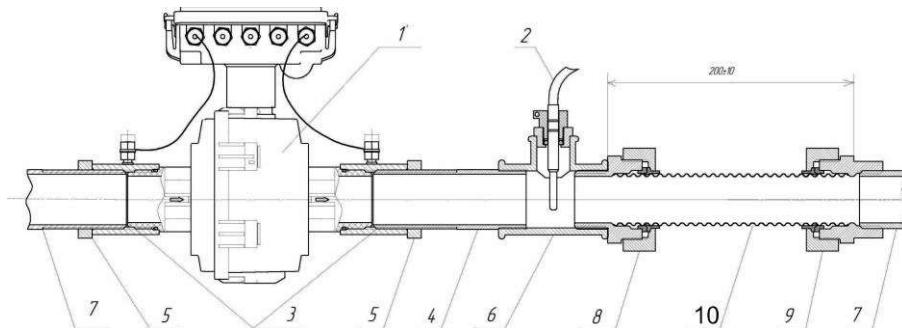

рис. 4.2
4. Преобразователи расхода «ЭР» ду 20, 32 имеют пластмассовый патрубок с резьбовыми присоединительными концами. Для предотвращения возникновения нагрузок, возникающих вследствие теплового расширения трубопроводов, рекомендуется применять гофрированные трубы, например HydroSta Flexy (рис. 4.2).